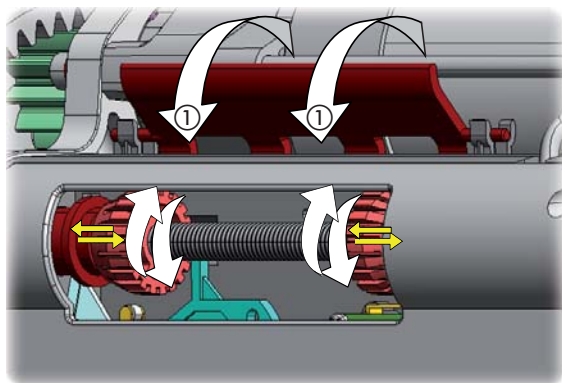

Fig. 14
2. D'après la Figure 14, plier et maintenir vers le bas le levier de liaison rotative (réf. ①) pour permettre le déblocage des vis de fin de course;